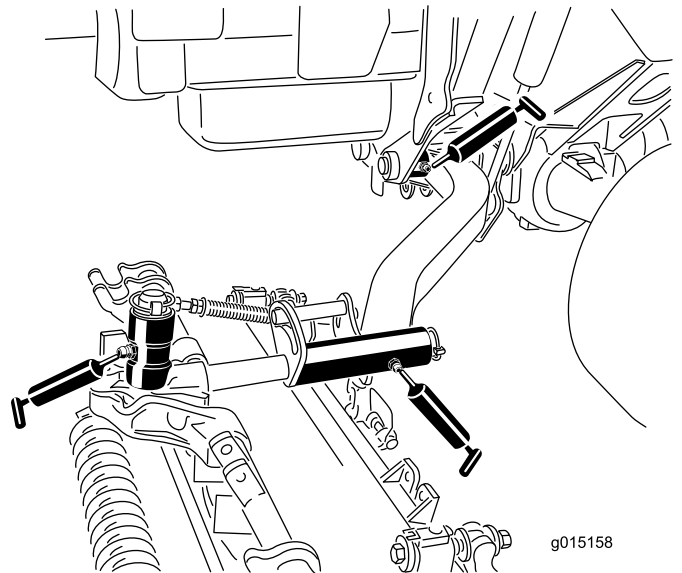

Figura 105
- Casquillos de pivote de los brazos de elevación (1 por unidad de corte); consulte Figura 105
- Bastidor de tiro de la unidad de corte (2 por unidad de corte); consulte Figura 105
- Pivotes de los brazos de elevación de las unidades de corte; consulte Figura 105